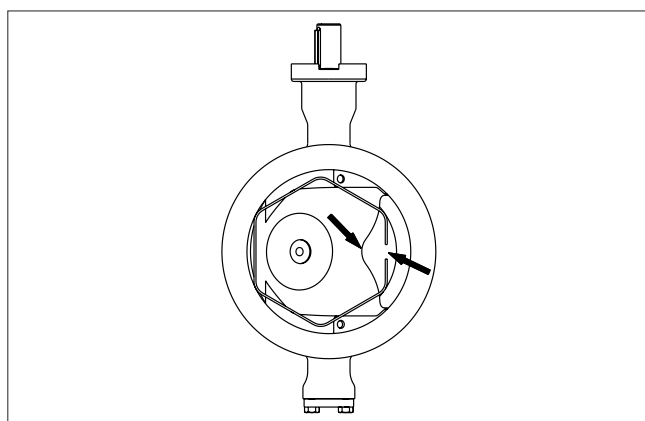

Fig. 27 Montering af sædet
- Placér låsefjederen (5) på sædet.
- Når ventilen åbnes, skal fjederens ender være ved den V-formede åbning, se fig. 27.